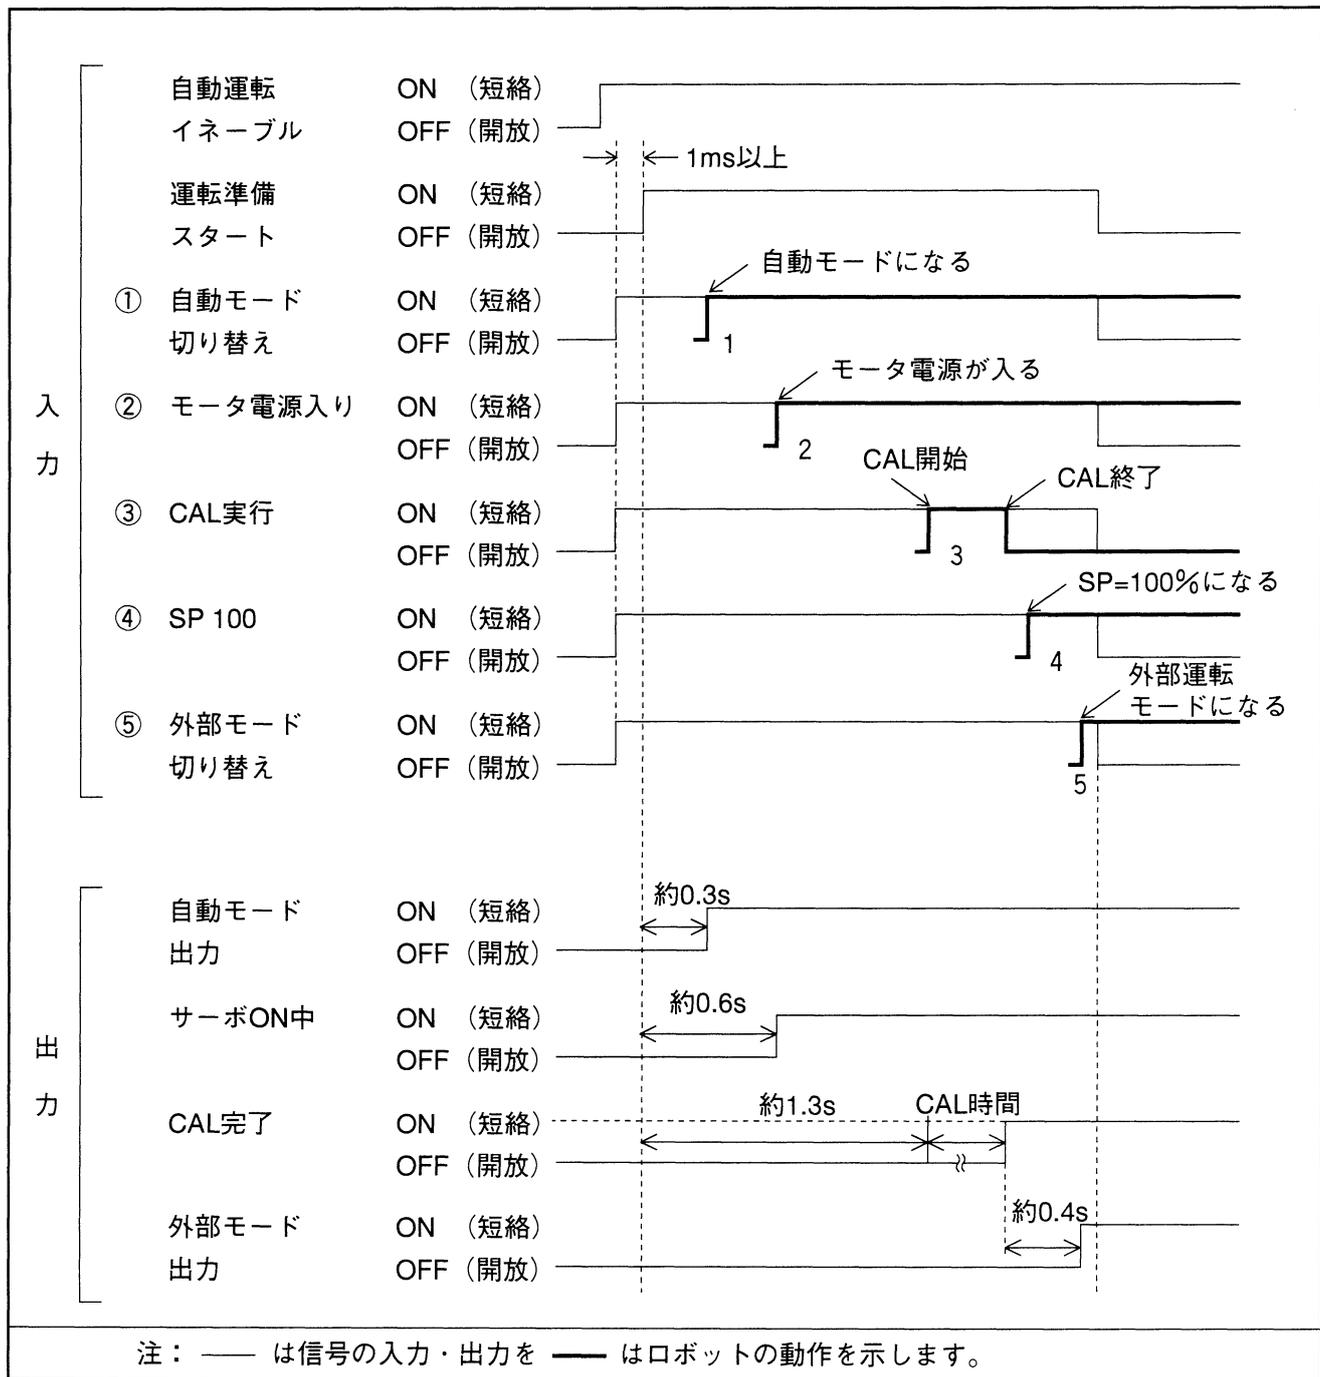

図5-24 運転準備スタート信号のタイミングチャート例
①～⑤の入力は、入力する項目の前項の完了が条件になります。ただし、④のSP100設定の完了は、⑤の外部モード切り替えの条件とはなりません。また、①～⑤はティーチングペンダントで、一部実行しても有効になります。
運転準備スタートおよび①～⑤の入力タイミングは次ページの図5-24をご参照ください。